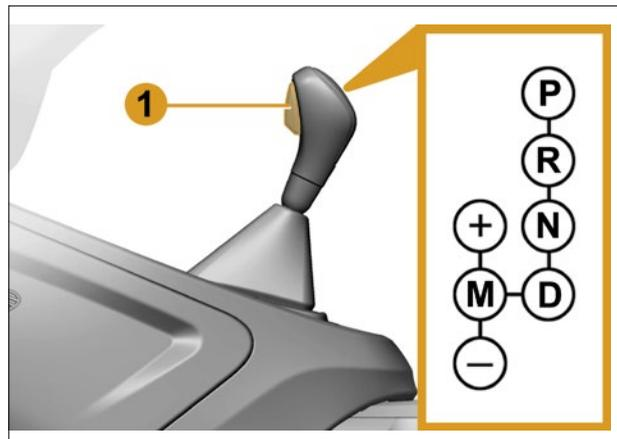
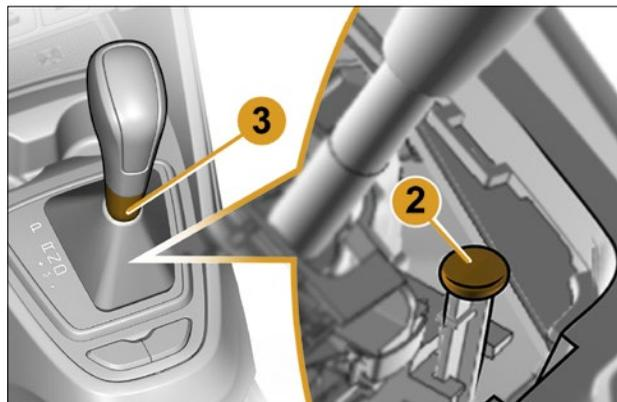

Рис. 5.6.1. Рычаг переключения передач автоматической трансмиссии
Рис. 5.6.2. Кнопка разблокировки рычага переключения передач автоматической трансмиссии
Нажмите на педаль тормоза и, нажав на кнопку расфиксации 1 (рис. 5.6.1), переведите рычаг переключения передач в положение **D**, при этом можно почувствовать небольшой толчок, отпустите педаль тормоза и, медленно нажимая на педаль акселератора, начните движение. В большинстве случаев, при обычных условиях движения, Вам больше не потребуется пользоваться рычагом переключения передач: переключение передач будет проходить автоматически в нужный момент и при оптимальной частоте вращения коленчатого вала двигателя, так как автоматика учитывает нагрузку автомобиля, профиль дороги и выбранный Вами режим вождения.
Для перевода рычага переключения передач нужно нажать на кнопку принудительной разблокировки **2** (рис. 5.6.2), находящуюся под чехлом рычага, и одновременно нажать на кнопку расфиксации **1** (см. рис. 5.6.1) на рукоятке.
- Необходимо отсоединить верхнюю часть чехла от рукоятки рычага переключения передач. Для этого требуется повернуть по часовой стрелке нижний хромированный колпачок **3** (см. рис. 5.6.2) рукоятки на угол 45° и сдвинуть колпачок с чехлом вниз вдоль оси рычага.
Теперь при нажатии кнопки расфиксации **1** (см. рис. 5.6.1) Вы сможете перевести рычаг переключения передач из положения **P** в положение **N**.